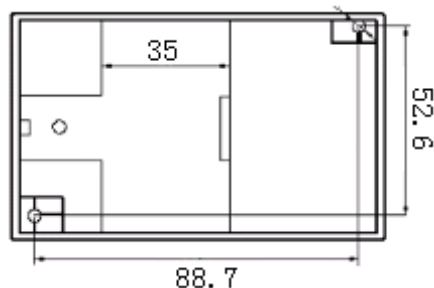

图 3、SK 外形安装尺寸
产品采用 DIN35 导轨式安装或螺钉固定安装, 其安装尺寸如图 3 所示(单位 mm)。
- ①把变送器固定卡槽一侧勾在安装导轨上;
- ②向下牵动弹簧销;
- ③使变送器卡口套在安装导轨上;
- ④松开弹簧销, 变送器卡在安装导轨上。
- ①按图 3 所示的螺孔位置在固定板上打直径为 3mm 孔;
- ②使用 $\Phi 3$ 的螺钉插入孔中固定。